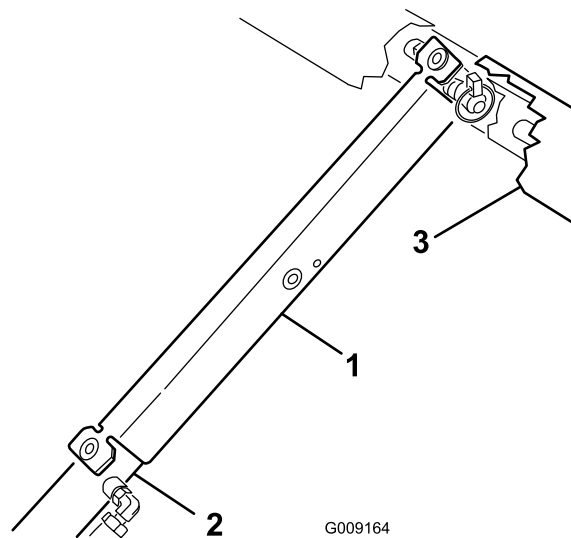

Figura 14
3. Spingete il supporto del pianale sull'asta del cilindro, assicurandovi che le linguette all'estremità del supporto poggino sull'estremità della canna del cilindro e sull'estremità dell'asta del cilindro (Figura 14).